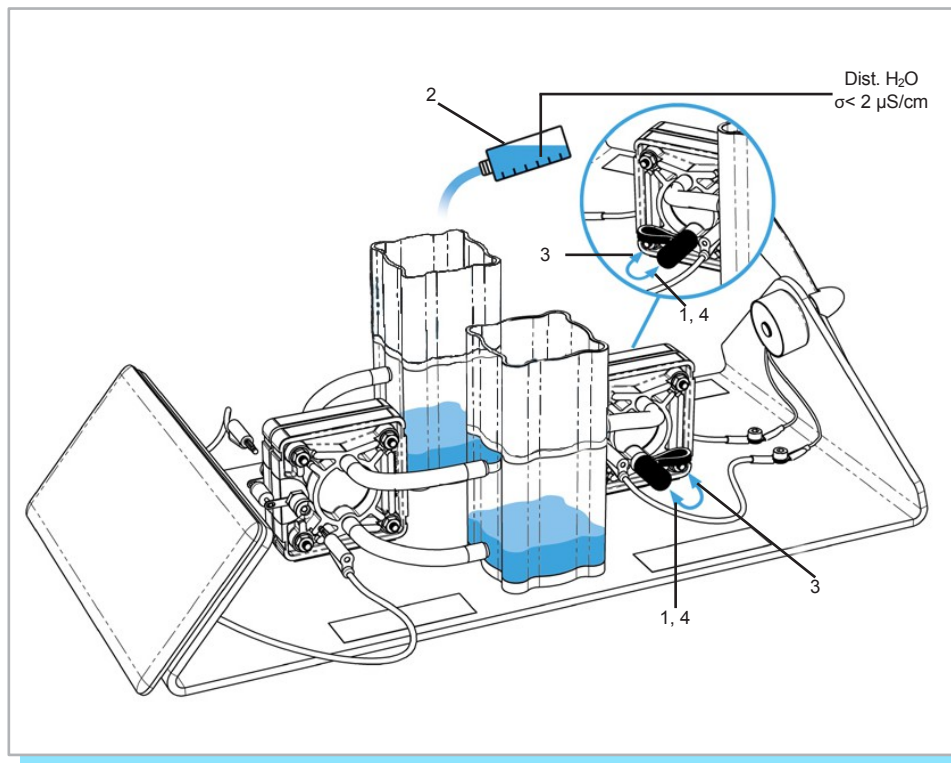

Fig. 4 : Remplissage
- 2. Remplissez les deux réservoirs de stockage de gaz jusqu'au marquage du niveau de remplissage inférieur avec de l'eau distillée ($\sigma < 2 \mu\text{S}/\text{cm}$) comme indiqué dans la figure 4.